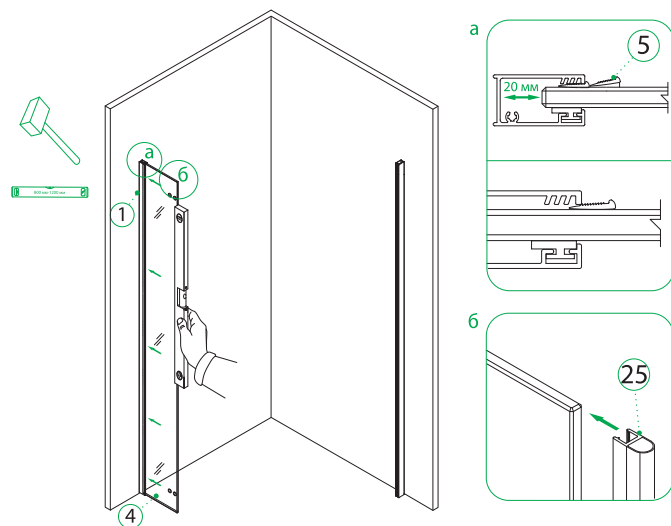

Рис. 8/8-сур.
- Установите закаленное стекло 1930x2440 мм (№4) в пристенный профиль (№1) с помощью уровня (согласно необходимой ориентации расположения двери). Слегка закрепите стекло уплотнителем EVA (№5), чтобы впоследствии можно было отрегулировать длину ограждения (рис. 8-а). После чего установите полу-круглый уплотнитель PVC (№25, рис. 8-б).